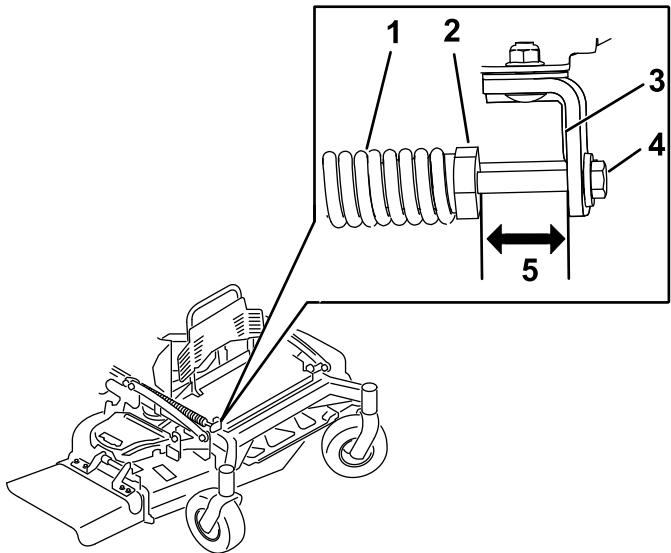

Figure 92
2. Vérifiez la distance entre l'écrou de ressort et l'arrière du support soudé (Figure 92).
3. La distance doit être de 51 mm pour les plateaux de 122 cm/132 cm et de 38 mm pour les plateaux de 152 cm, comme montré à la Figure 92.
4. Le cas échéant, réglez la distance en ajustant le boulon à l'avant du support de fixation (Figure 92).